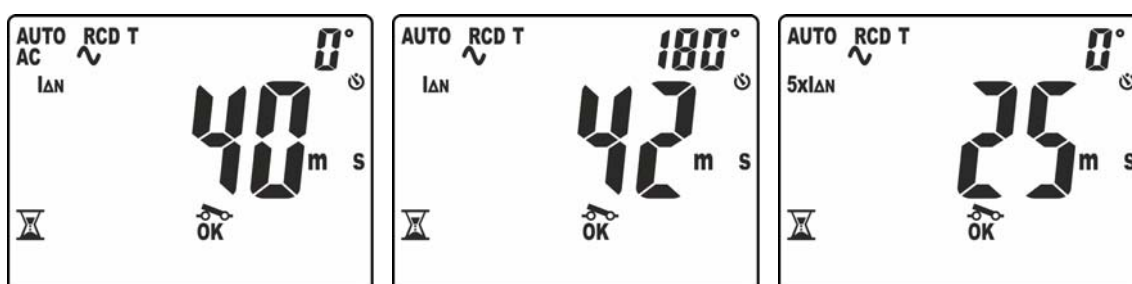

Abb. 32: Auslösezeit im Modus AUTO – Bildschirmseiten 1
10. Der erste Test wird mit Prüfstrom $I_{\Delta n}$ und Polarität 0° durchgeführt. Das Ergebnis der Teilmessung erscheint im Display mit Angabe "OK" oder "NICHT OK" (siehe Abb. 32 – linke Seite). Das blinkende Symbol "⚡" gibt an, dass der RCD wieder eingeschaltet werden muss.
11. Der zweite Test wird mit Prüfstrom $I_{\Delta n}$ und Polarität 180° durchgeführt. Das Ergebnis der Teilmessung erscheint im Display mit Angabe "OK" oder "NICHT OK" (siehe Abb. 32 – Mitte). Das blinkende Symbol "⚡" gibt an, dass der RCD wieder eingeschaltet werden muss.
12. Der dritte Test wird mit Prüfstrom $5xI_{\Delta n}$ und Polarität 0° durchgeführt. Das Ergebnis der Teilmessung erscheint im Display mit Angabe "OK" oder "NICHT OK" (siehe Abb. 32 – rechte Seite). Das blinkende Symbol "⚡" gibt an, dass der RCD wieder eingeschaltet werden muss.